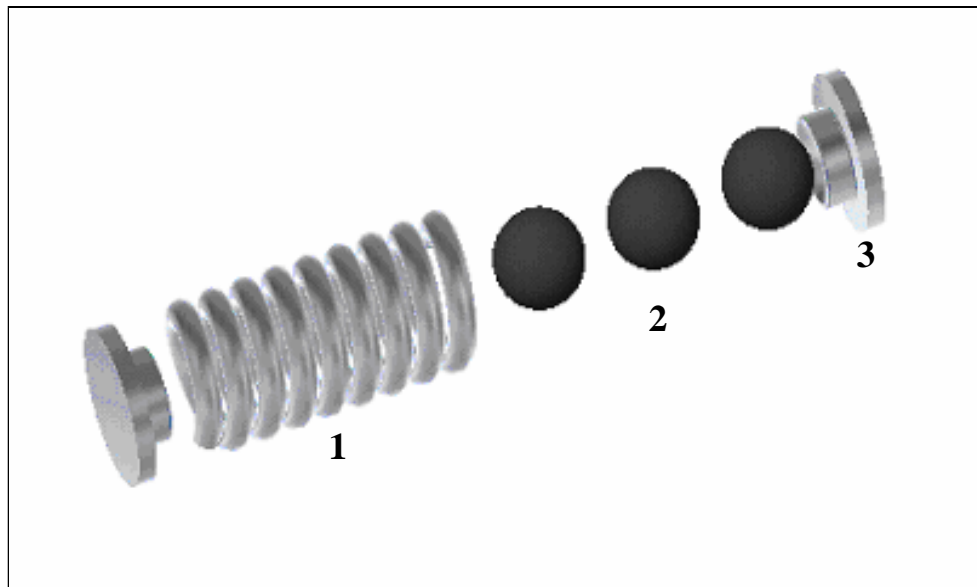

Figura 2
La instalación del sistema mejorado del elemento motriz de la bomba de EnDyn es igual al del sistema estándar. Hay, sin embargo un cambio en el sistema de amortiguación por resortes. El sistema de EnDyn utiliza dos (2) sostenedores de resortes y tres (3) pelotas de goma por resorte (fig. 1). Los sostenedores de resortes y pelotas se ensamblan en el orden que se indica en la figura 2. Puede ser necesario comprimir ligeramente el montaje del resorte para facilitar la instalación en los platos. El ensamblaje a partir de este momento es exactamente el mismo que para el sistema estándar.